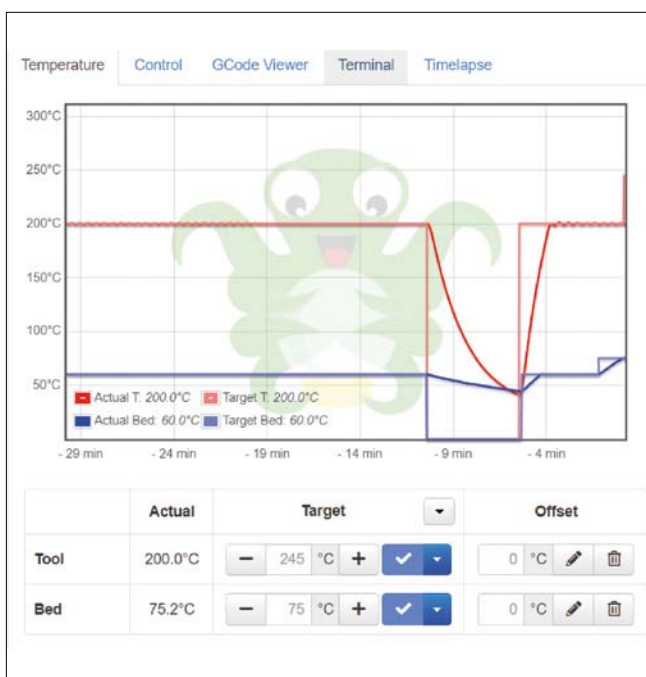

Fig. 3
- Temperatura: (**Fig. 3**) si tratta della schermata dove è possibile regolare la temperatura della nostra stampante, sia del piatto di stampa che del nozzle, visibili anche dal grafico posto sopra;